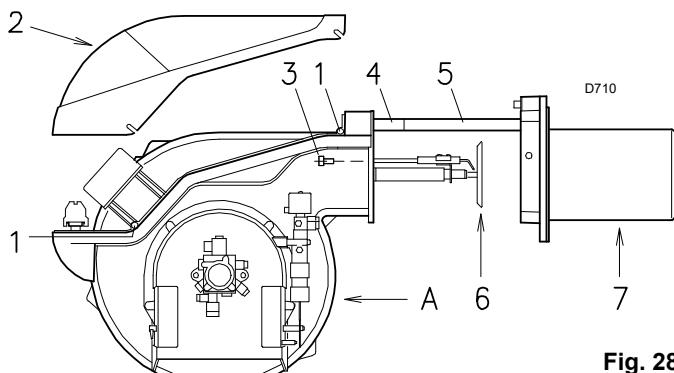

Fig. 28
**Para abrir el quemador (Fig. 28)**